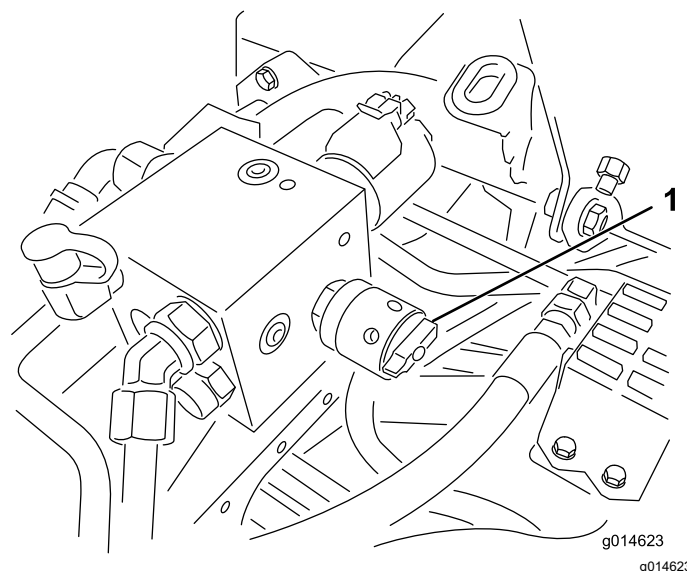

Figura 53
6. Gire el control de velocidad del molinete a la posición 1 (Figura 53).
4. Ajuste la velocidad de los molinetes girando el pomo (Figura 53) hasta que las flechas estén alineadas con el número determinado en el paso 3.